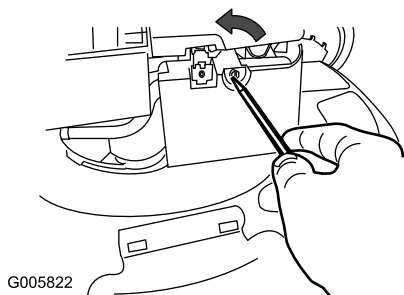

Рисунок 23
1. Используя отвертку, откройте крышку воздушного фильтра (Рисунок 23).